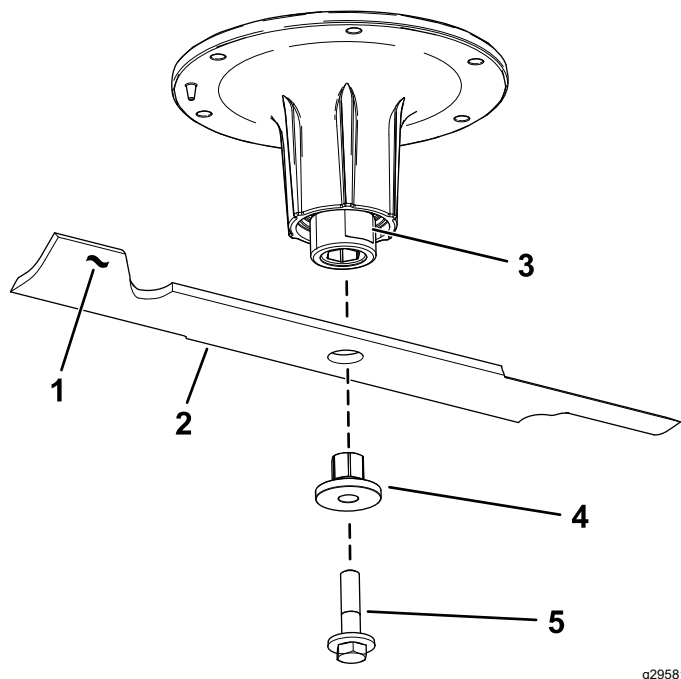

Bild 80
2. Entfernen Sie die Messerschraube, Buchse und das Messer von der Spindelwelle (**Bild 80**).